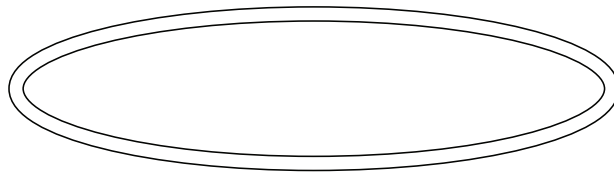
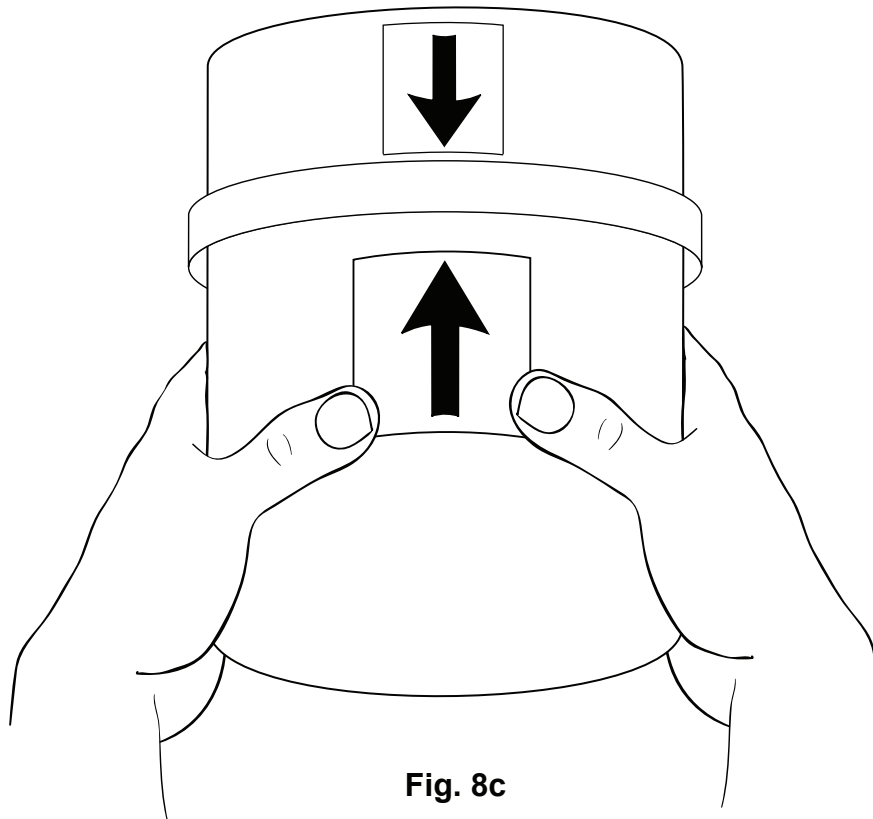

Fig. 8b
Fig. 8c
8.7 Une fois terminé, remettez le joint rond autour du collet du réservoir. Voir Fig.8b. Alignez les deux flèches situées sur le devant du réservoir et sur la partie fixe pendant que vous levez le réservoir. Voir Fig 8c. Appliquez une pression égale tout le tour pour engager correctement le réservoir dans la partie supérieure. Ensuite, refermez le verrou tenant le réservoir. Vérifiez que le joint et le réservoir sont bien alignés.